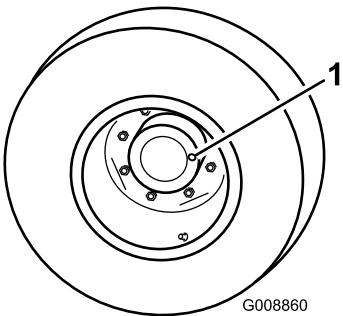

Figura 41
1. Con la máquina en una superficie nivelada, coloque la rueda de manera que el tapón de verificación/vaciado (Figura 41) esté en posición de las 3 o de las 9.